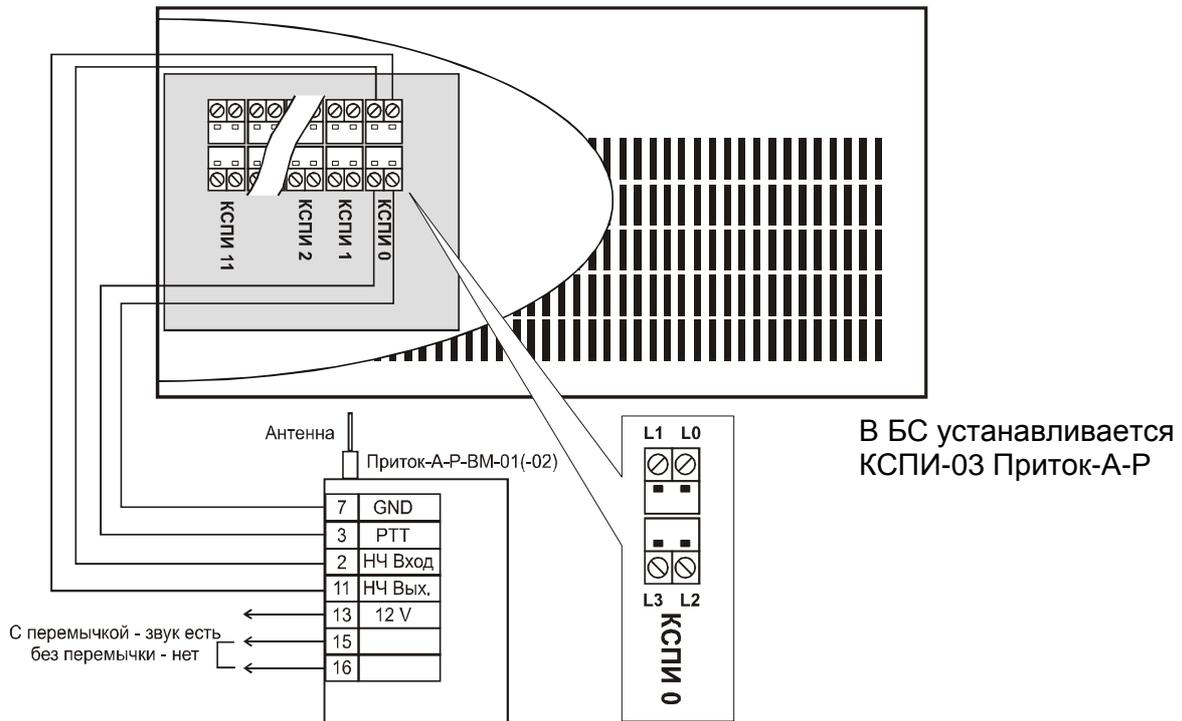

Рисунок 4.6 – Подключение выносного модуля Приток-А-Р-ВМ-01(-02) к блоку сопряжения.
- рисунок 4.6 – Подключение выносного модуля ВМ-01(02) подсистемы Приток –А-Р;